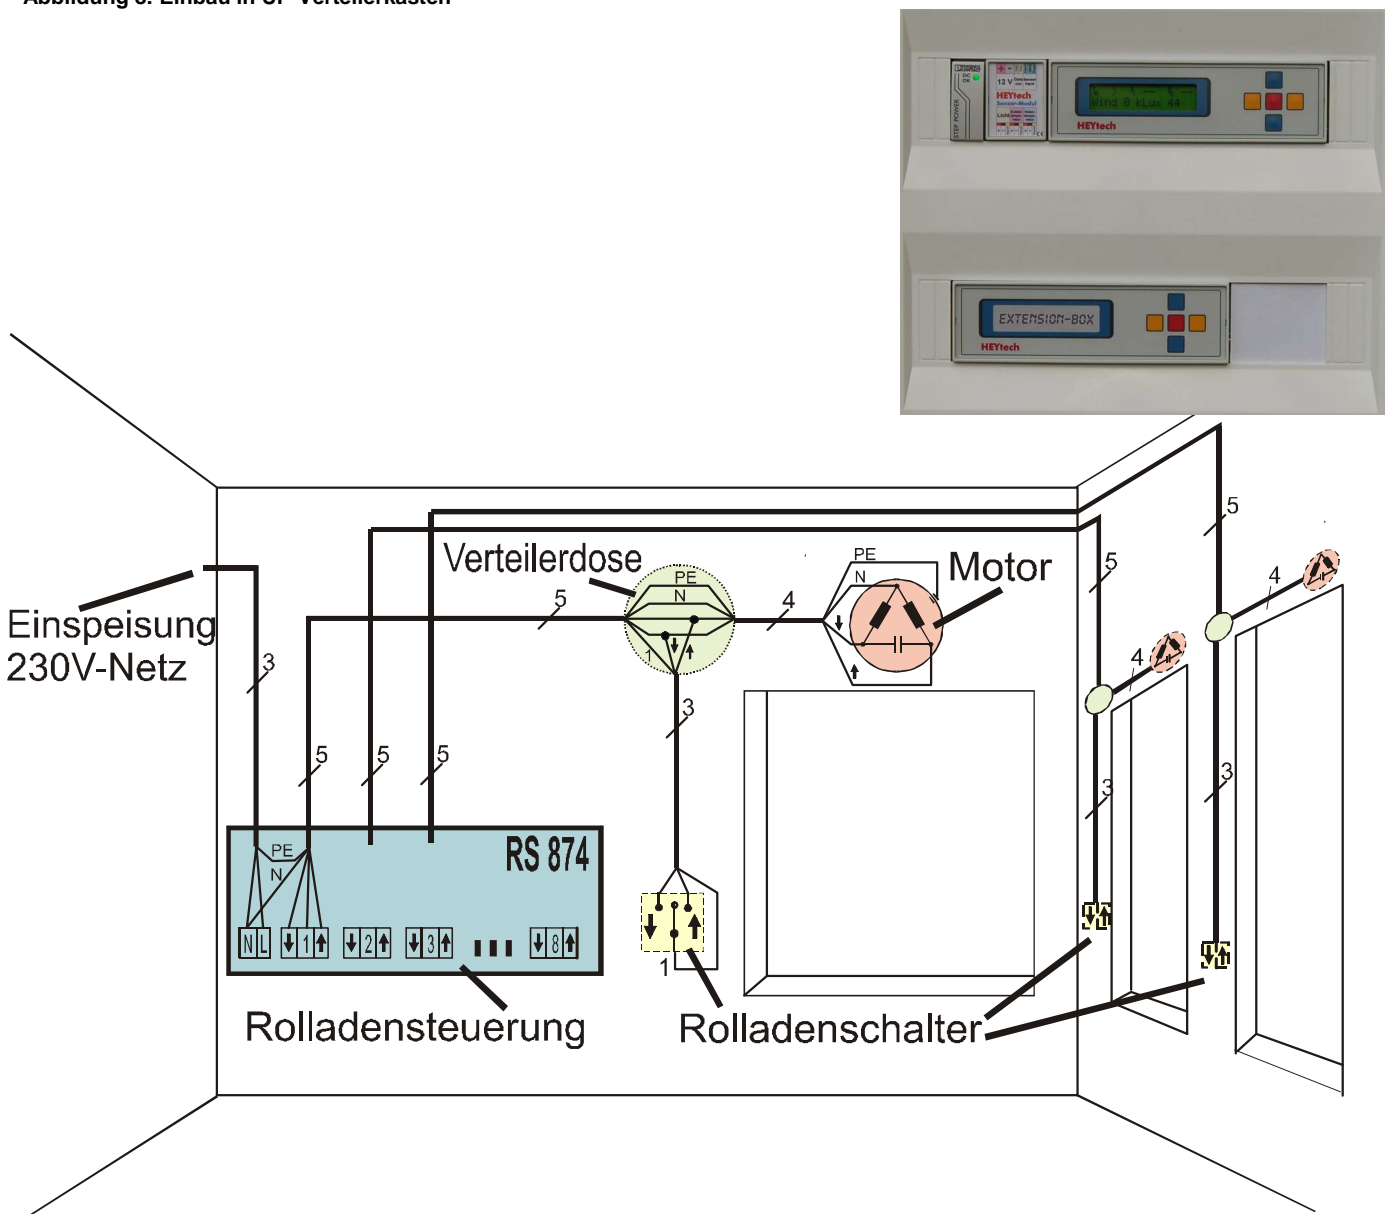

Abbildung 9: Leitungsführung
- Beachten Sie die in den Abbildungen 1 bis 7 dargestellten Anschlussbilder. Die Leitungsführung erfolgt zweckmäßig gemäß Abbildung 9, Seite 17.